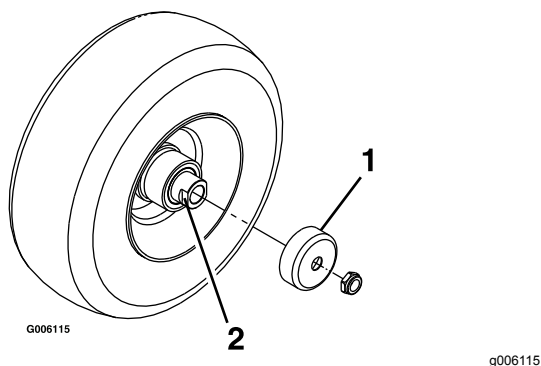

Figure 35
4. Déposez les protège-joints du moyeu de roue (Figure 35).